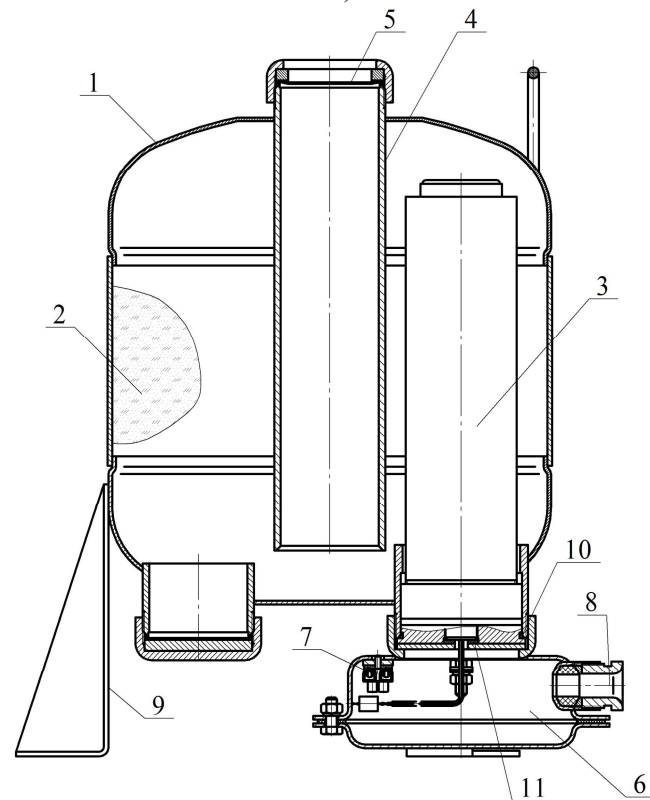

Рисунок 1
- ИХГ-10(М)-04 СИАВ 066614.025.000 ТУ (поз. 3 рисунок 1) – 1 шт.;
- резиновое кольцо 058-062-25 ГОСТ 9833-73 (поз. 10 рисунок 1) – 1 шт.;
- резиновая прокладка черт. СИАВ 634233.006.023 (поз. 11 рисунок 1) – 1 шт.;
- огнетушащий порошок ИСТО-1 ТУ 2149-001-54572789-00 (поз. 2 рисунок 1) – 9,5 кг;
- мембрана черт. СИАВ 634233.006.003 (поз. 5 рисунок 1) – 1 шт.
4.1.1 МПП (см. рисунок 1) состоит из корпуса **1**, в котором размещаются огнетушащий порошок (ОП) **2** и источник холодного газа (ИХГ) **3**. В верхней части корпуса находится насадок-распылитель **4**, который также выполняет функцию сифонной трубки при выпуске ОП из корпуса. Выходное отверстие насадки-распылителя перекрыто мембраной **5**.